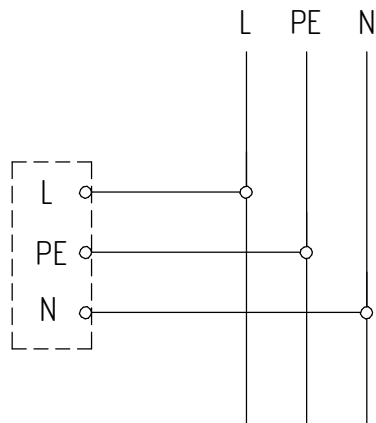

Рисунок 4 - Схема подключения светильника к сети
5.4 Присоедините сетевые провода к клеммной колодке на корпусе (см. рисунок 4).